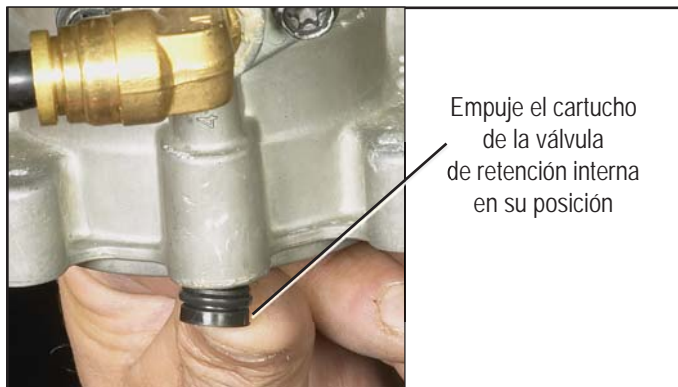
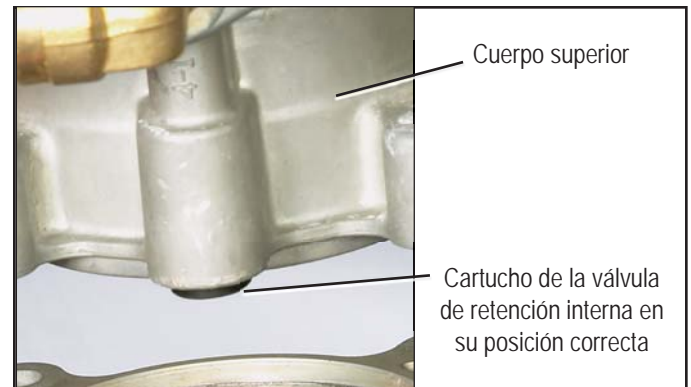

Figura 7 - INSTALACIÓN DEL CARTUCHO
Figura 8 - INSTALACIÓN CORRECTA DEL CARTUCHO
- Introduzca el cartucho de reemplazo en el agujero de donde se retiraron la válvula de retención, el resorte y la guía de plástico. Nota: Asegúrese de retirar el cartucho de reemplazo de su tubo postal antes de la instalación. Empuje el cartucho hacia su posición hasta que se detenga como se muestra en la figura 7. Una parte de la guía de plástico del cartucho sobresaldrá como se muestra en la figura 8. **NO FUERCE EL RESTO DEL CARTUCHO DENTRO DEL AGUJERO.**